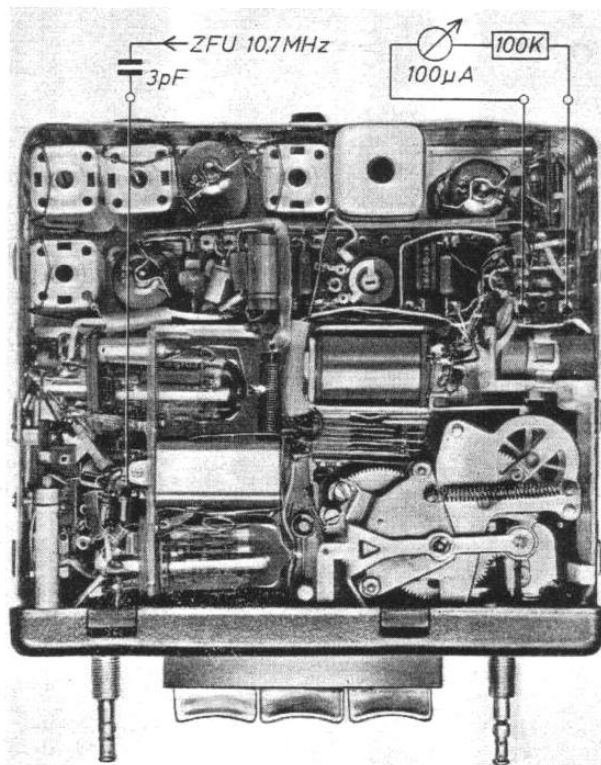

Abb. 7
- a) **ZF.** Zum UKW-Abgleich eine Frequenz von $10,7 \text{ MHz} \pm 75 \text{ kHz}$ Hub über 3 pF an C 414 / C 420 anlegen (siehe Abb. 7). Parallel zu C 483 ein Gleichstrominstrument von $100 \mu\text{A}$ über $100 \text{ k}\Omega$ anschließen. Alle Bandfilterkreise bei einer Gleichspannung von 2 V entsprechend $20 \mu\text{A}$ auf Maximum abstimmen. Die Eingangsspannung so einstellen, daß die Gleichspannung beim Feinabgleich nicht über 2 V ansteigt. Den Ratio-Zwischenkreis durch C 471 und den Wende-Kreis durch L 429 auf Maximum des Gleichstrominstrumentes bei $3,5 \text{ V}$ entsprechend $35 \mu\text{A}$ abgleichen (siehe Abb. 7).